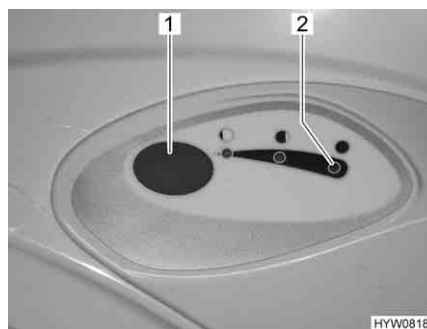

Fig. 204 Pulsante dello sciacquone/spia di controllo toilette Thetford
- Per sciacquare premere il pulsante blu (Fig. 204,1).
La spia di controllo (Fig. 204,2) si accende quando il serbatoio fecale deve essere svuotato.